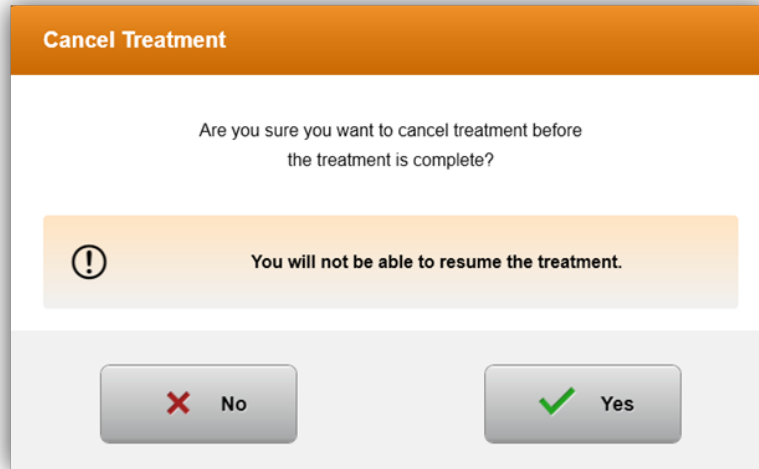

Figura 3-29. Conferma dell'annullamento del trattamento parziale
- Un avviso a comparsa viene visualizzato quando, durante un trattamento, si seleziona “Cancel treatment” (Annulla trattamento), come mostrato nella Figura 3-29.